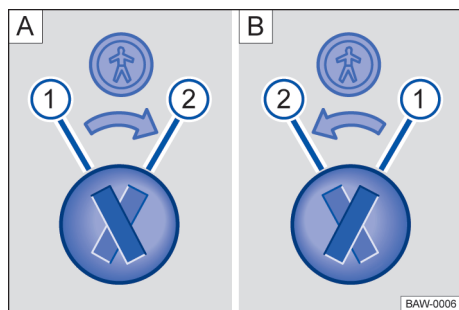

Fig. 46 Cierre de seguridad para niños: **A** puerta trasera izquierda, **B** puerta trasera derecha.
Leyenda para → fig. 46:
- Introducir el paletón de la llave en la ranura del seguro para niños para activarlo o desactivarlo → fig. 46.